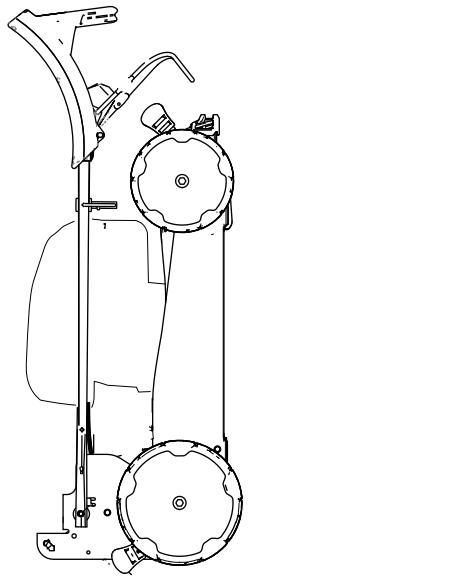

**Рисунок 20**
3. Разблокируйте фиксаторы рукоятки (Рисунок 20).
4. Полностью сложите рукоятку вперед (Рисунок 20).